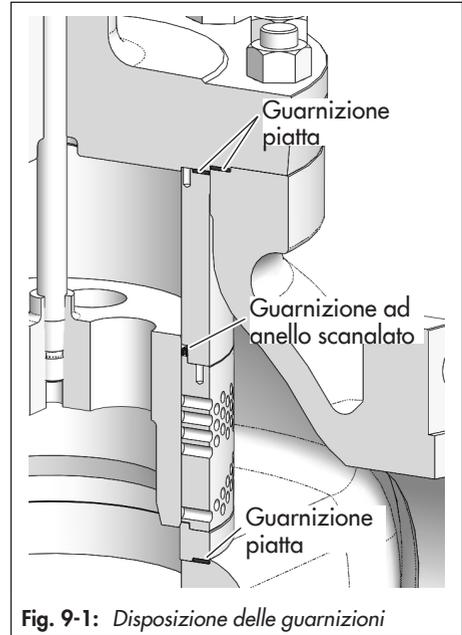

Fig. 9-1: Disposizione delle guarnizioni
2. Impiegare nuove guarnizioni, osservare l'allineamento e il posizionamento/centratura corretti delle singole guarnizioni, vedere Fig. 9-1.